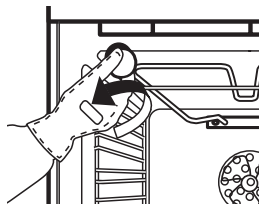

fig. 5
2. Desatornille la tapa de la lámpara (Fig. 5), cambie la lámpara (véase la nota sobre el tipo de lámpara) y vuelva a colocar la tapa atornillándola.